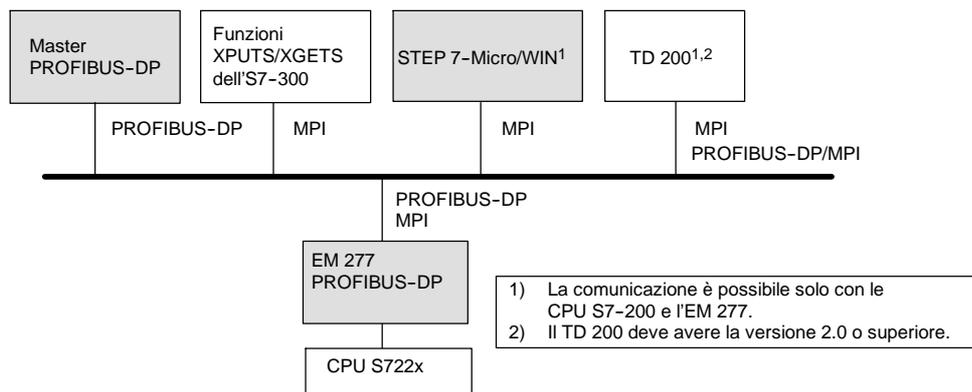

Figura A-30 Rete PROFIBUS-DP/MPI
Oltre al master DP l'unità PROFIBUS-DP EM 277A può avere un massimo di sei connessioni (sei dispositivi). Una connessione è riservata al dispositivo di programmazione (PG) e una al pannello operatore (OP), le altre quattro possono essere utilizzate per qualsiasi master MPI. Per fare in modo che l'unità PROFIBUS-DP EM 277 possa comunicare con più master, è necessario che tutti master funzionino allo stesso baud rate. La figura A-30 illustra una possibile configurazione di rete.